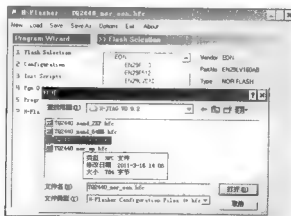

图 11-35 选择配置文件
(2) 在弹出的 H-Flasher 窗口中，选择“Load”，然后选择“TQ2440_nor_eon.hfc”即可，如图 11-35 所示。